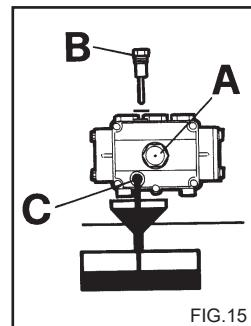

FIG.15
- 2) De tap met de oliepeilstaf losschroeven (Fig. 15)